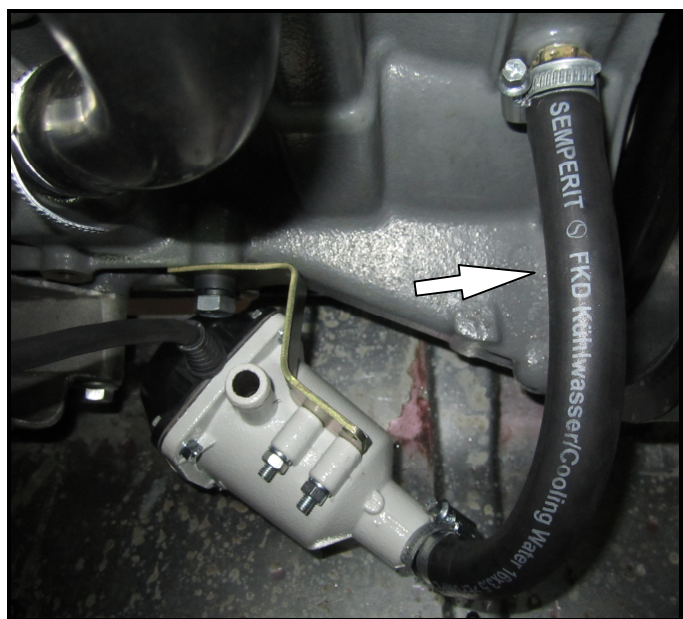

Рис.3. Положение входного рукава
3.7. Входной рукав с хомутом надеть на штуцер К1/8, и затянуть соединение хомутом (рис.3).
3.10. Выходной рукав с хомутом надеть на отвод тройника и затянуть соединение хомутом. Рукав необходимо провести под модулем и зафиксировать его к кронштейну при помощи ремешка крепежного через рукав защитный (рис.3).